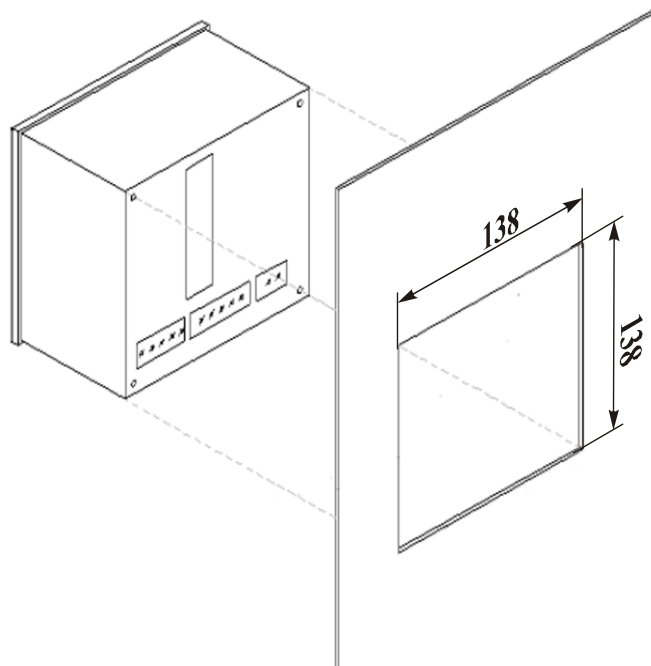

Рис. 2.1
1. Выберите место на лицевой панели щита для установки прибора. Вырежьте в панели квадратное отверстие размером 138 x 138 мм для установки прибора (рис. 2.1).